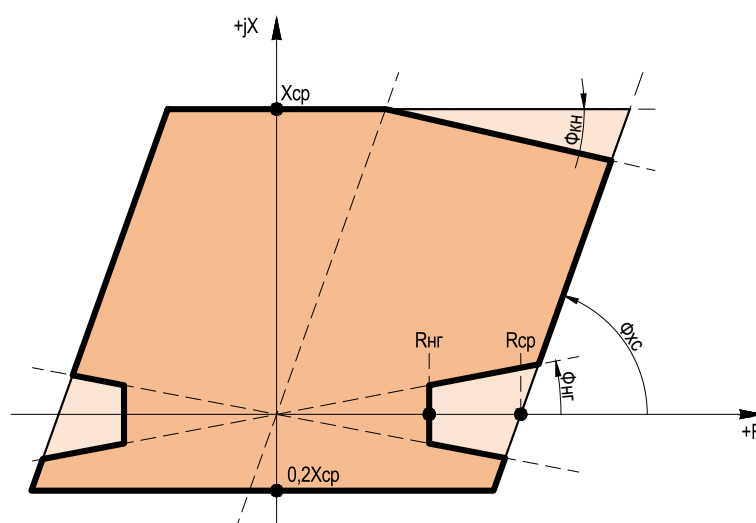

Рисунок 2.1 – Характеристика срабатывания реле сопротивления ненаправленных ступеней ДЗ
2.2.1.15 При выведенной направленности ступени ДЗ имеют многоугольную характеристику срабатывания с охватом нуля (рисунок 2.1). Принцип работы дистанционной защиты с данной многоугольной характеристикой основан на проверке попадания значений вычисленных сопротивлений в зону срабатывания, которая определяется значениями уставок по сопротивлению ( $R_{ср}$ ,  $X_{ср}$ ,  $\Phi_{хс}$ ,  $\Phi_{кн}$ ). Коэффициент возврата органа построения характеристики равен 1,05.